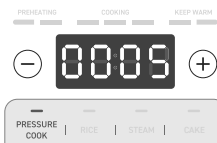

Abbildung 4.3
- 3. Wählen Sie **SCHNELLKOCHEN** und drücken Sie die Tasten - oder +, um die Zeit einzustellen. **[Abbildung 4.3]**